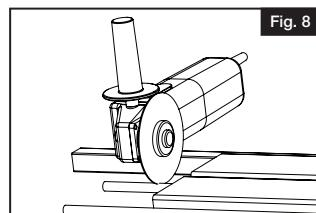

Fig. 8
- Puede ser útil recostar el panel con cuidado y utilizar bloques de madera entre las varillas o, si el espacio lo permite, volver a fijar el montante para evitar que se muevan durante el proceso de corte (Fig. 8).